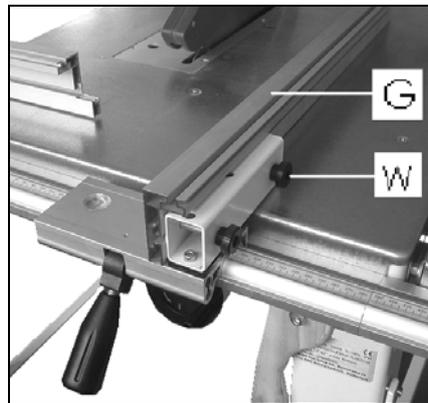

Рис. 19
С помощью двух болтов и барашковых гаек (W, Рис. 19) прикрутите алюминиевый профиль (G) к корпусу продольного упора.
- Для распила широких заготовок установите упор вертикально (Рис. 19).